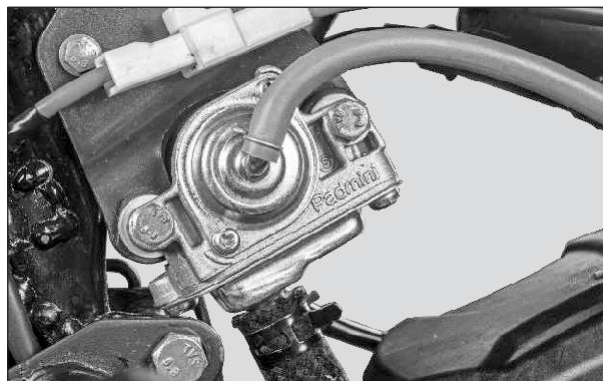

Fig. 4.35
- El sistema de inyección de aire secundario está montado en el chasis debajo del depósito de combustible, cerca a la parte superior del motor. (Fig. 4.35)